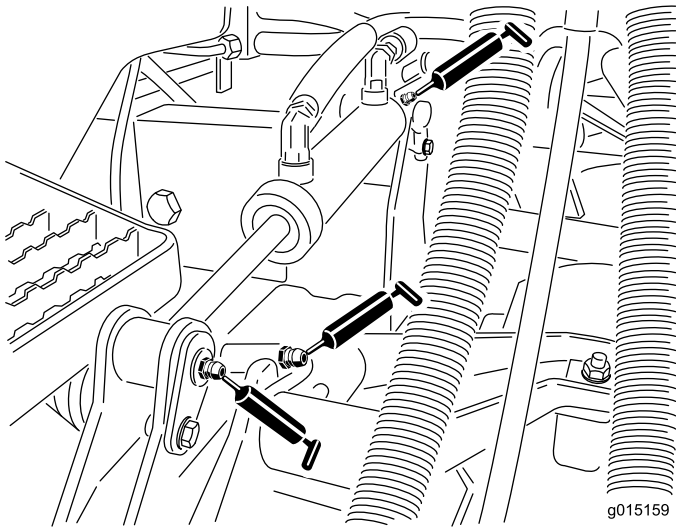

Figura 67
- Boccole (1 per piatto di taglio) del braccio di sollevamento (**Figura 67**).
- Boccole (2 per piatto di taglio) del braccio di sollevamento (**Figura 67**).